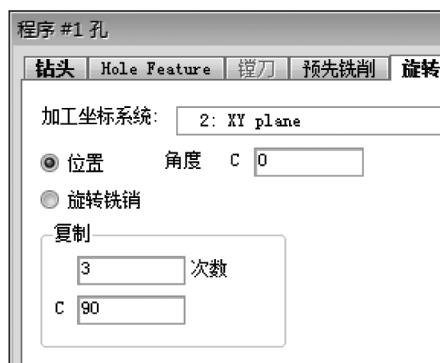

图 2-53 旋转选项卡
7) 输入信息到旋转选项卡，如图 2-53 所示。如果用户有高级坐标系统模块，定义加工坐标系统列表到 XY plane。